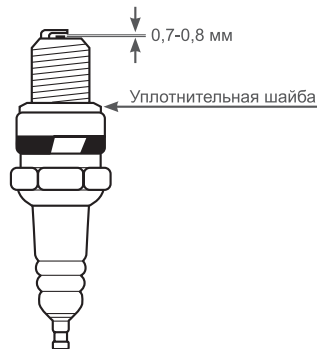

Рис. 14 Зазор между электродами свечи зажигания
- Измерьте зазор между электродами свечи зажигания специальным щупом. Зазор должен быть 0,7-0,8 мм (Рис.14). При увеличении, или уменьшении требуемого зазора, регулировка зазора может привести к изменению качества искрообразования.